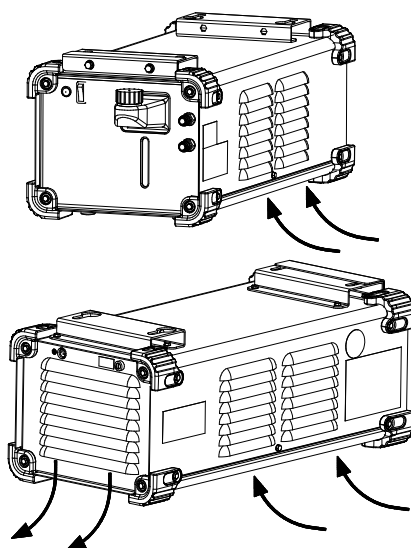

Figura 3.
9. Prese di ventilazione: consentono la circolazione dell'aria di raffreddamento (Figura 3).